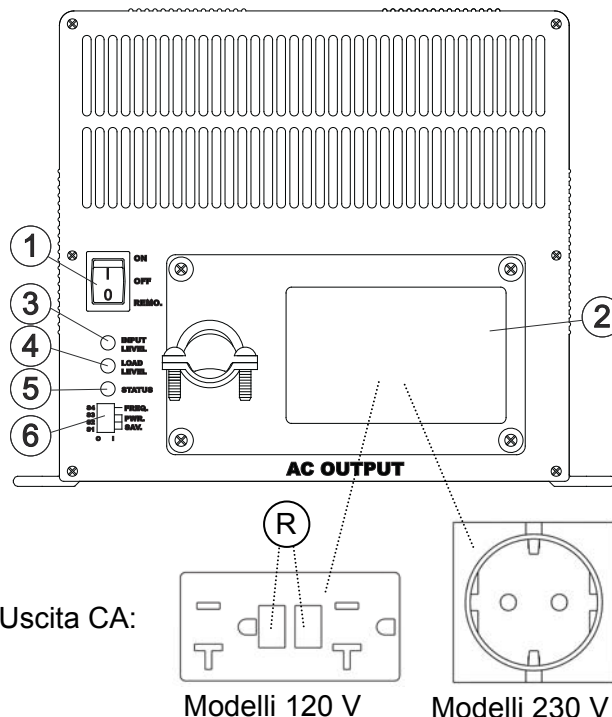

Figura 1: parte frontale
- Collegare il punto di messa a terra dell'inverter (Vedere figura 1, rif. 7) al punto di messa a terra del veicolo/della barca.
- Collegare il conduttore di neutro (N) dell'uscita CA dell'inverter alla messa a terra di sicurezza (PE/GND) e integrare nel cablaggio dell'uscita CA un interruttore differenziale (GFCI).
- Collegare il conduttore di neutro (N) dell'uscita CA dell'inverter alla messa a terra di sicurezza (PE/GND) e integrare nel cablaggio dell'uscita CA un interruttore differenziale (GFCI). Per informazioni specifiche dei singoli modelli si veda sotto.
Vedere figura 1, rif. 6. Di norma, non è necessario modificare le impostazioni predefinite dei commutatori DIP. L'inverter viene fornito in dotazione già pronto per l'uso.
- Prima di installare l'inverter, assicurarsi che l'interruttore principale (figura 1, rif. 1) si trovi nella posizione OFF.
3. Tensione CA: il carico può essere collegato direttamente all'uscita CA (Figura 1, rif. 2).
Spostare l'interruttore principale (Figura 1, rif. 1) su "ON". L'inverter avvia un'autoverifica indicata da due segnali acustici provenienti da un dispositivo e da appositi indicatori a LED lampeggianti. Tali segnali durano circa due secondi. Il dispositivo produce un altro segnale acustico e l'inverter si accende, come segnalato da due indicatori a LED verdi. L' inverter è quindi pronto per fornire il carico collegato all'uscita CA (1).
Spostare l'interruttore principale (Figura 1, rif. 1) sulla posizione "OFF". N.B. Lo spegnimento dell'inverter non interrompe il collegamento alle batterie!
L' inverter può essere messo in funzione da un luogo remoto tramite un interruttore a distanza opzionale. Spostare l'interruttore principale (Figura 1, rif. 1) sulla posizione "REMOTE". Una volta chiuso il contatto remoto, l' inverter si trova acceso.
Vedi figura 1. Il funzionamento dell'inverter è visualizzabile grazie a tre indicatori LED (3), (4) e (5).
1. Spostare l'interruttore principale (Figura 1, rif. 1) sulla posizione "OFF".